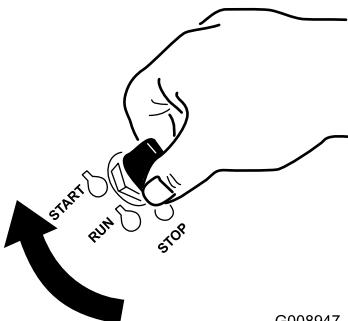

Bild 22
1. Drehen Sie den Zündschlüssel auf die START-Stellung (Bild 22).